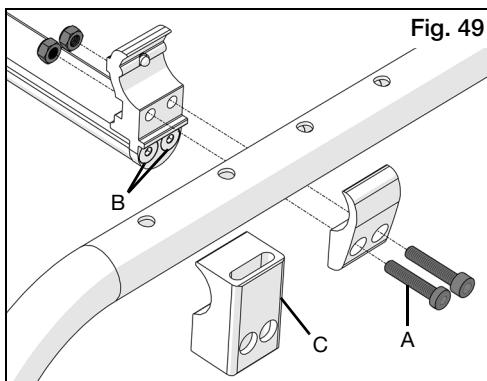

Fig. 49
2. Si su silla Clik posee protectores laterales, Brazo T Pediátrico, tendrá un receptor dentro del ensamble de la cruceta (Fig. 49:C).
3. Afloje los cuatro tornillos 6mm a cada lado de la abrazadera de la cruceta (Fig. 49:A). Afloje los tornillos sólo hasta que la abrazadera se mueva libremente a lo largo del cuadro sin caerse.
5. Una vez que el ensamble se halla en la ubicación deseada y ha clickeado dentro de una muesca en el cuadro, vuelva a ajustar los cuatro tornillos 6mm (Fig. 49:A) a cada lado.
2. Remueva los dos tornillos de cabeza plana 6mm (Fig. 49:B) a cada lado del ensamble de abrazadera de la cruceta.
6. Vuelva a colocar los dos tornillos de cabeza plana 6mm (Fig. 49:B) a cada lado. Ajuste los tornillos firmemente.